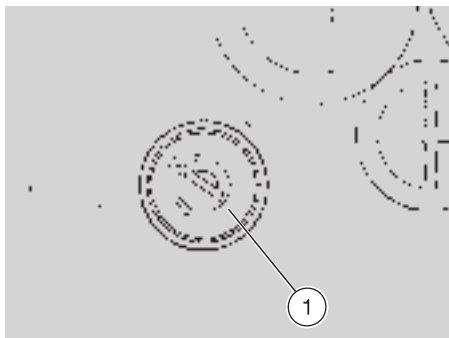

Fig. 23
## ARRESTO E PARCHEGGIO (Fig. 23)
- ◆ Girare la chiave sulla posizione "OFF" (Fig. 23).